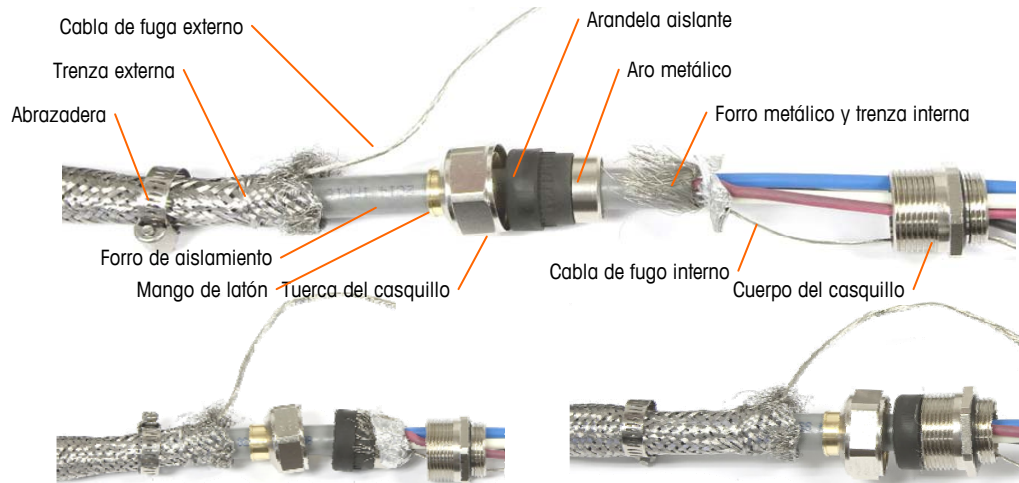

Figura 2-43: Cable de conexión PDX y conjunto de casquillo
- a. Instale el conjunto del casquillo para cable, abrazadera metálica y mango de latón sobre el cable de conexión mientras desliza hacia atrás el blindaje de la trenza externa (Figura 2-43). El cable de fuga interno debe entrar en el gabinete a través del casquillo para cable, mientras que el cable de fuga externo permanece fuera.
- b. Pliegue y disperse hacia fuera el blindaje de trenzado y forro metálico internos sobre el aro metálico antes de presionar la arandela aislante dentro del cuerpo del casquillo para cables como se muestra en la Figura 2-43. Apriete la tuerca del casquillo para cables con el mango de latón sobre el cuerpo del casquillo.